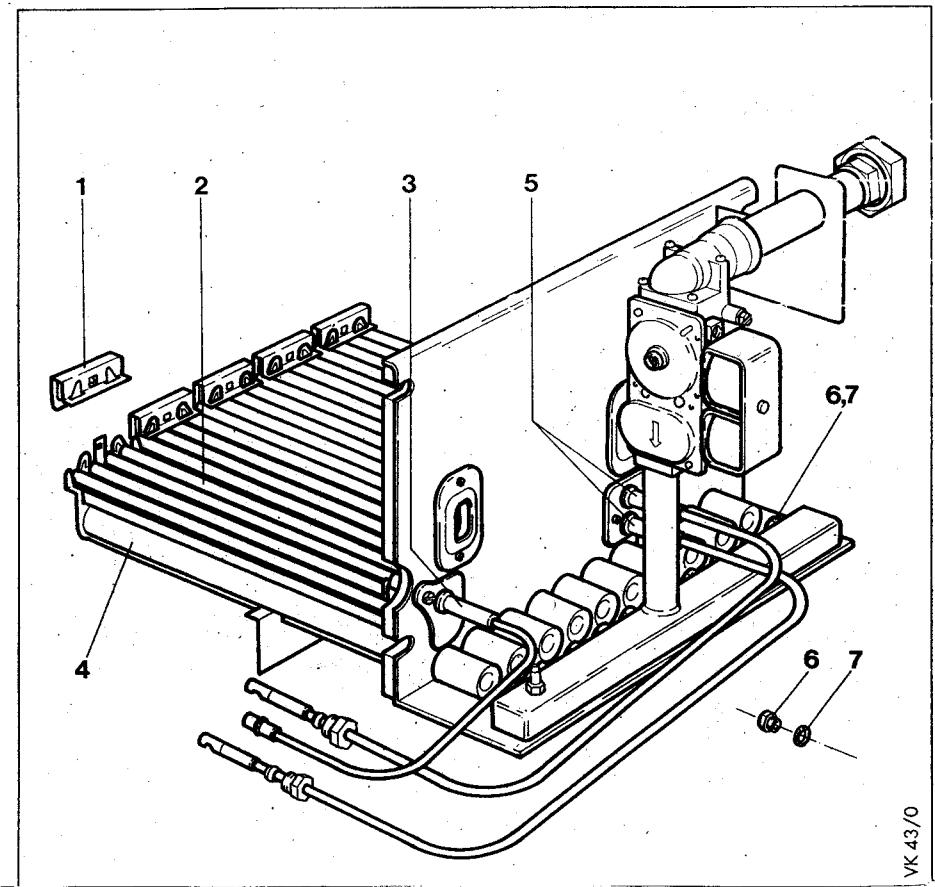

Рис.15
- Предохранитель тяги может быть снят после освобождения барашковых гаек (4) рис. 15 на стр. 33 и удаления транспортировочных клиньев (5). Предохранитель тяги может быть положен рядом с котлом. Чистку дымоходов производить только после демонтажа горелки.
Пояснения к рис.15
Δ Крышки (2) ревизионных отверстий (3) должны быть закрыты. Проверить правильность положения пружины защелки (3). Рис. 15, стр. 33.